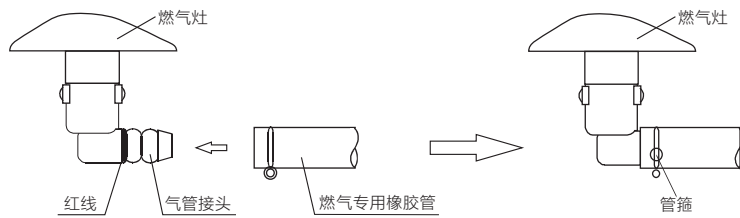

图1
- **橡胶气管：**将管箍套在气管上，再将气管套入进气接头至红色标记处，并束紧管箍（见图1）；气管另一端套紧燃气阀门。